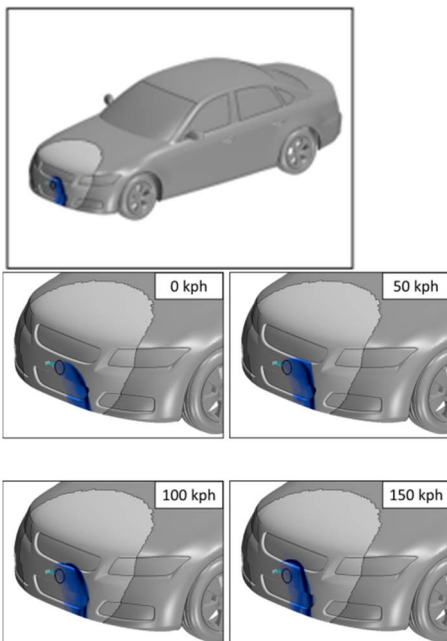

Abbildung 3: Abfließen des Fluidfilms in Abhängigkeit der Fahrgeschwindigkeit
- Abfließen der Flüssigkeit in Abhängigkeit der Fahrgeschwindigkeit (Abbildung 3)